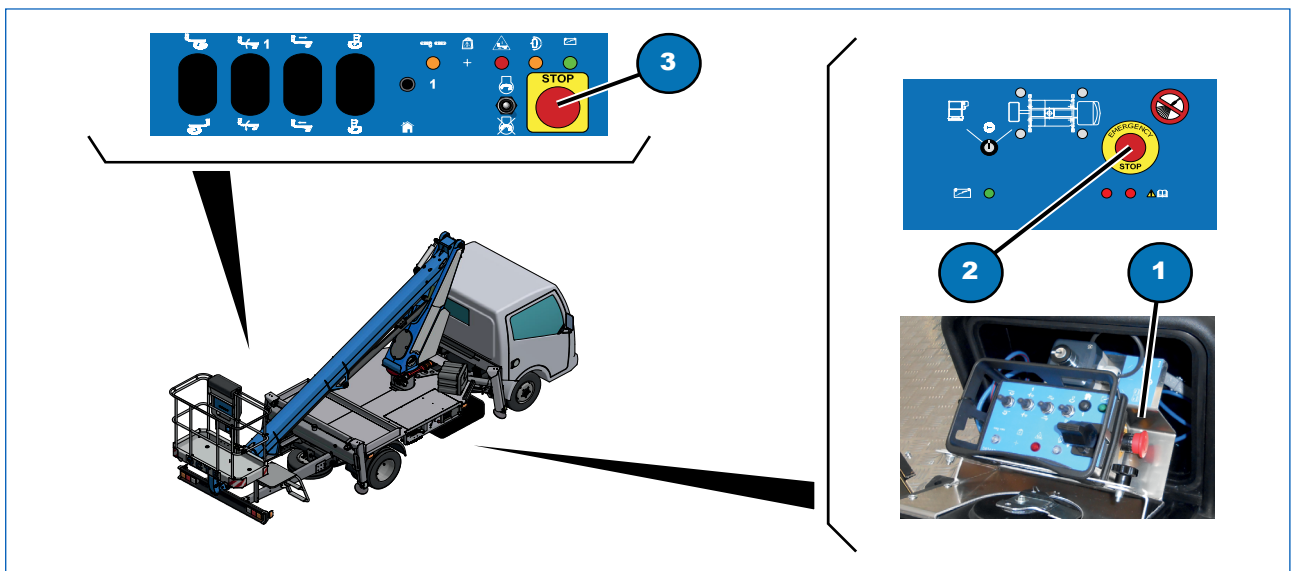

Fig. 5.1
Aux principaux postes de manœuvre de l'élévateur à nacelle se trouvent des boutons (Fig. 5.1, 1, 2 et 3) pour l'arrêt de la machine en cas d'urgence.
- Appuyer sur le bouton d'urgence (Fig. 5.1, 1 ou 2 ou 3) et vérifier qu'aucun type de manœuvre n'est possible.